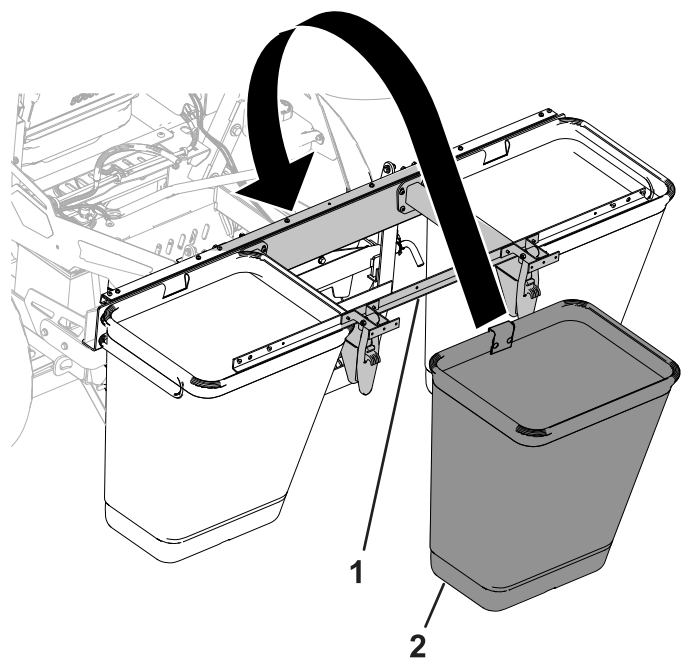

Figure 17
1. Accrochez les bacs sur le cadre du système de ramassage (Figure 17).